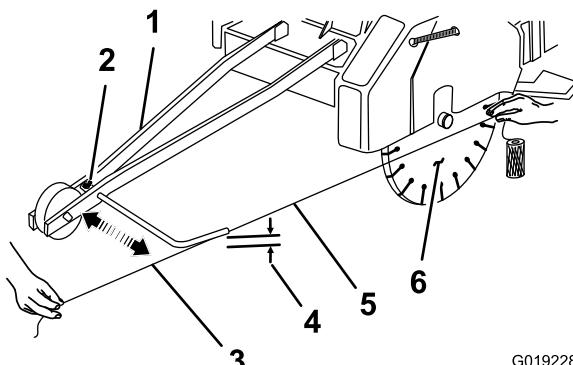

Figura 21
- A. Afloje el tornillo de cabeza moleteada que sujeta la guía delantera a la horquilla de la guía (Figura 21).
- B. Desplace la guía a la derecha o a la izquierda hasta que esté alineada con el hilo de albañil y elevada unos 3–6 mm (1/8–1/4 pulgada) por encima de la superficie de trabajo (Figura 21).
- C. Apriete el tornillo de cabeza moleteada que sujeta la guía delantera a la horquilla de la guía (Figura 21).